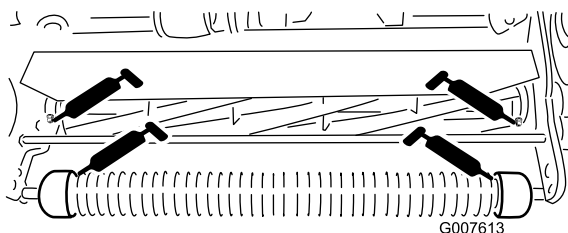

Figura 14
- 2 sul rullo anteriore (Figura 14).
- 2 sui cuscinetti del cilindro (Figura 14).